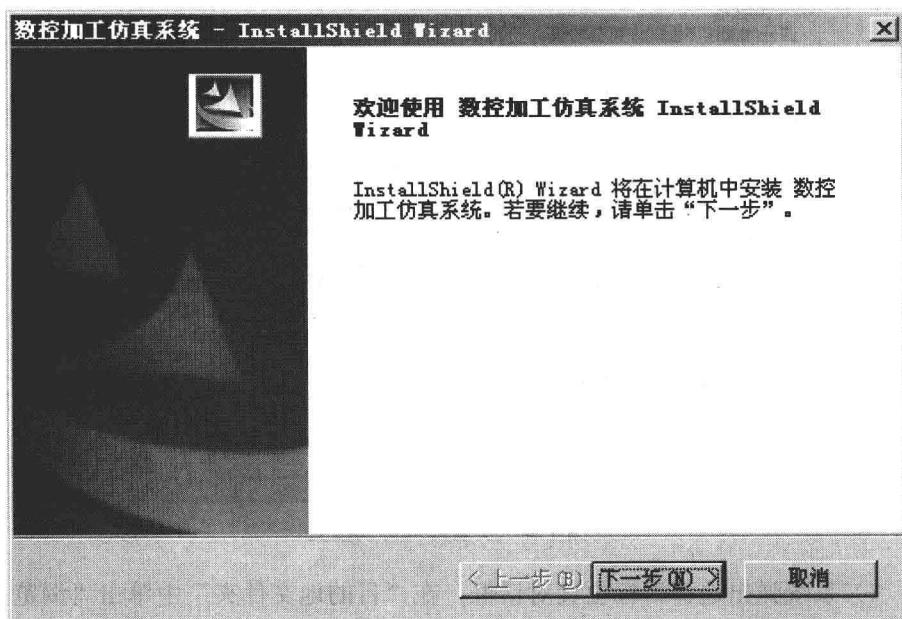

图 1-2 欢迎对话框
- 4) 在系统接着弹出的欢迎对话框中单击“下一步”按钮，如图 1-2 所示。